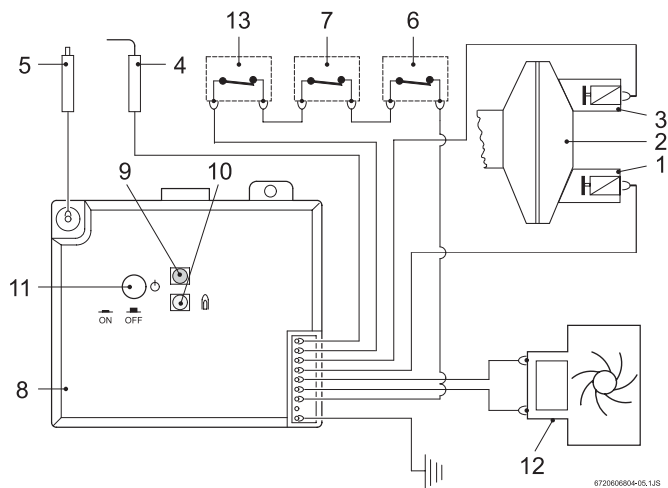

Fig. 13 - Esquema eléctrico
4. Puede que haya que cambiar el interruptor de la electroválvula piloto (véase la Fig. 13).
Mida el milivoltaje en la electroválvula piloto (véase Fig. 13).
5. Puede que haya que cambiar la caja de mando electrónica (véase la Fig. 13).
Compruebe la conexión de los cables y compruebe el funcionamiento de la caja de mando electrónica (véase la Fig. 13).
Mida el milivoltaje en la electroválvula del quemador (véase Fig. 13).
4. Puede que haya que cambiar la caja de mando electrónica (Fig. 13).